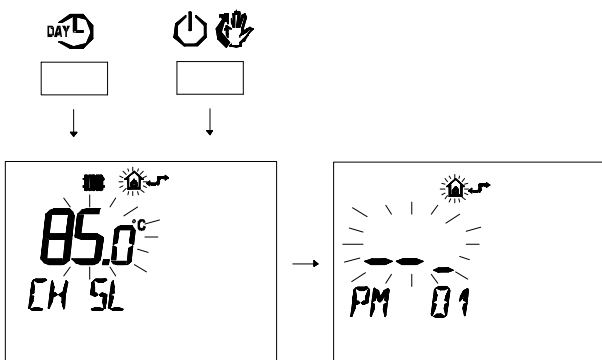

Figura 5.54
- Premere contemporaneamente i pulsanti DAY L e  $\bar{P}$  per entrare nella programmazione trasparente (Figura 5.54 ).